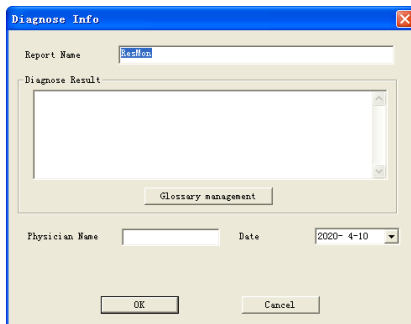

Figure 5.43
- 4) Dans l'interface d'aperçu avant impression, les informations de diagnostic peuvent être modifiées et renseignées dans le rapport. Cliquez sur « Diagnose » (Diagnostic) pour accéder à l'interface illustrée à la Figure 5.43, saisissez le nom du rapport dans le champ « Report Name » (Nom du rapport) et les résultats du diagnostic dans le champ « Diagnosis Result » (Résultat du diagnostic). Cliquez sur « OK » pour enregistrer le nom du rapport et les informations de diagnostic dans le rapport.